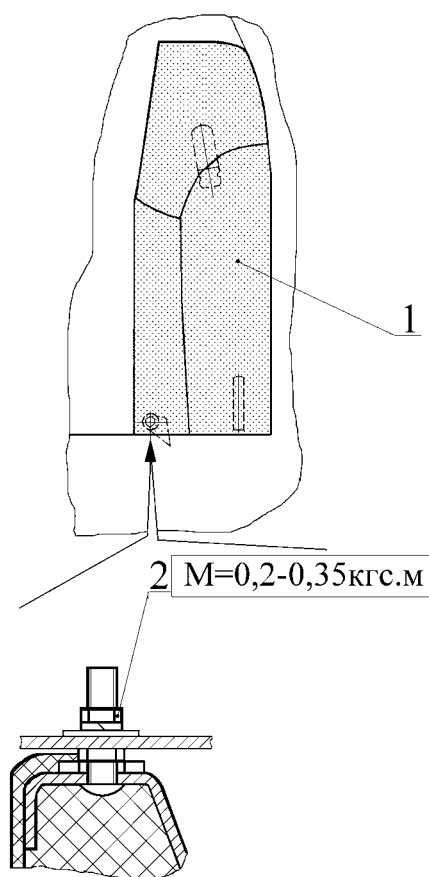

Рис. 48. Установка боковины заднего сиденья:
1) гайки 2 (рис. 48) крепления обивки боковины 1 затянуть с моментом от 2 до 3,5 Н.м (0,2-0,35 кгс.м)